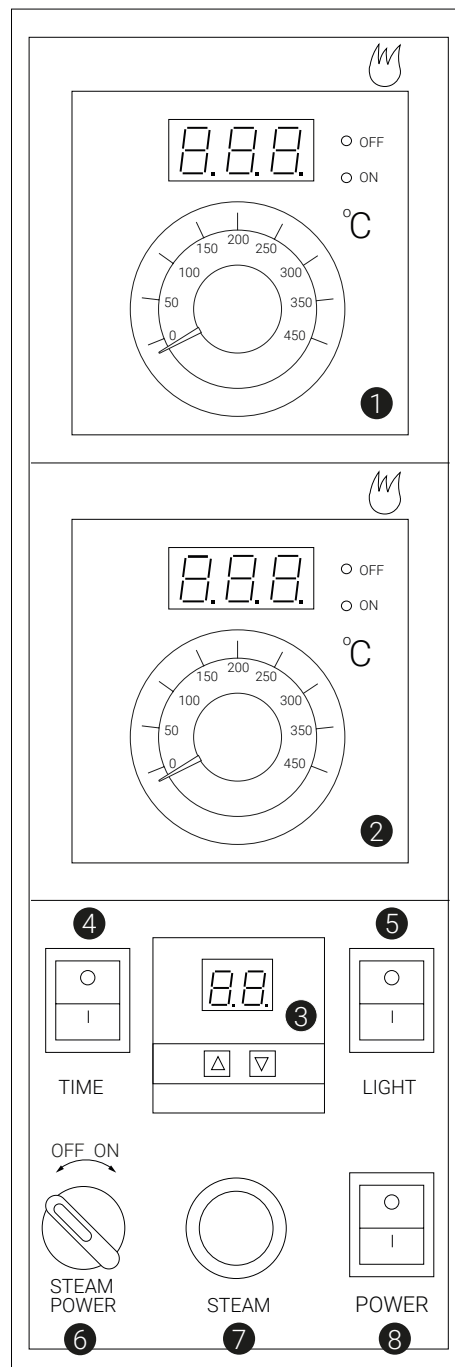

Рис. 8
Панель управления (рис. 8).
11.1. Нажать кнопку включения (отключения) печи 8, после чего в цифровом окне температурного реле для верхнего 1 и нижнего 2 нагревательного элемента наблюдать появление заданной температуры (рис. 8).